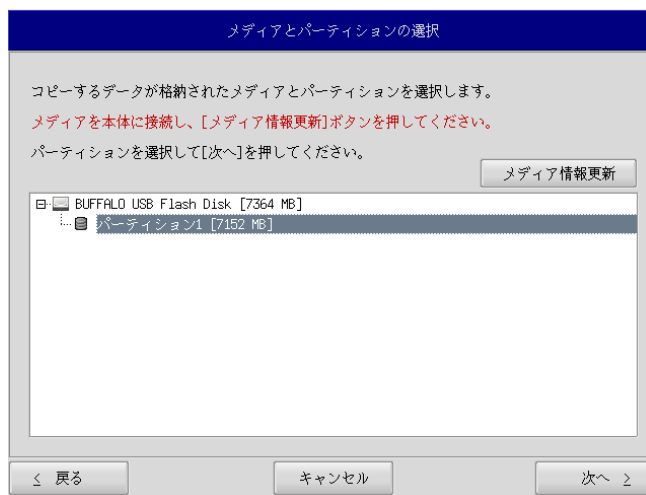

図 6-4-2. メディアとパーティション選択画面
- ⑥ メディアとパーティション選択画面（図 6-4-2）が表示されます。本体にメディアを接続し、[メディア情報更新] ボタンを押してください。バックアップファイルが保存されているメディアのパーティションを選択し、[次へ] ボタンを押します。